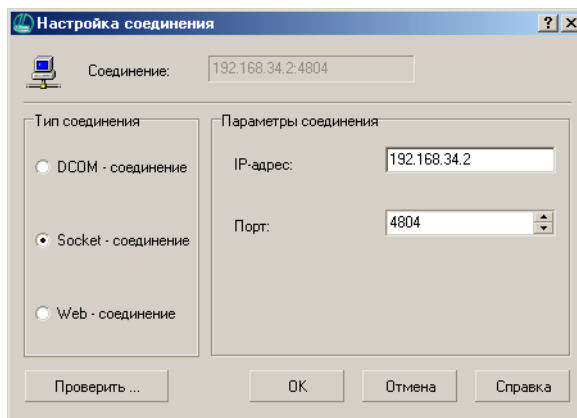

Рис. 5.32.
1.2. Если вы указали *Socket-соединение*, в группе **Параметры соединения** введите IP-адрес компьютера, на котором установлен сервер приложений, и номер порта, через который будет установлено соединение (рис. 5.32).